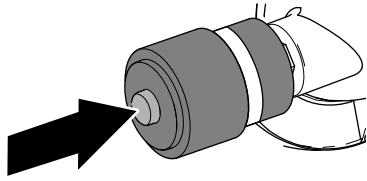

Figura 116
1. Si se muestra una banda roja en el indicador de mantenimiento, pulse el botón de reinicio situado al final del indicador (Figura 116).